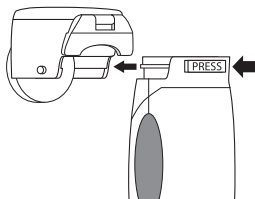

Fig. 13
10. Retirer le nébuliseur: tenez l'unité principale avec votre main gauche, appuyez sur la touche PRESS (au-dessus du connecteur de l'adaptateur) avec votre pouce gauche dans la direction de la flèche (voir Fig. 13); tenez avec votre main droite les deux côtés de la partie inférieure du nébuliseur en tirant délicatement pour le retirer.